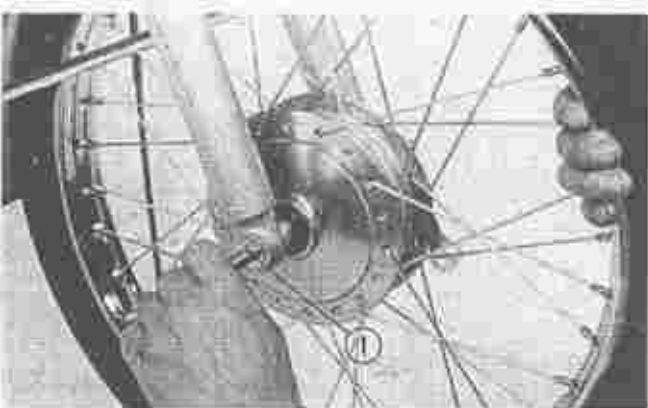

Fig. 66 Demonteren van voorwiel
① Remschoen
- 4) Draai de voorwielasmoer los, trek de as uit de naaf en neem het wiel uit de vork. (Fig. 66)